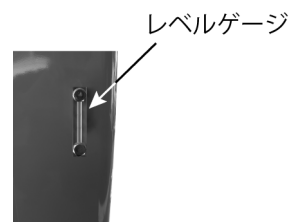

Fig. 3
- 4) 作業中、レベルゲージが一番上まで来たら油槽内の廃油が満杯です。直ちに作業を中止し廃油の処理を行ってください。(Fig. 3)